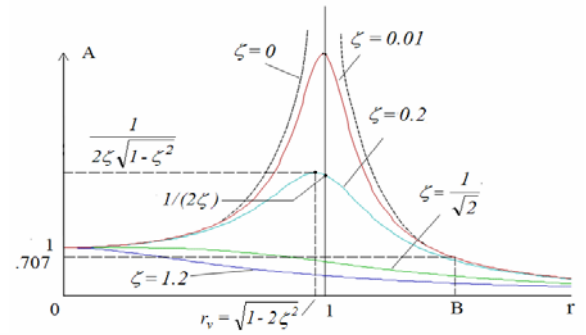

Fig. 1. Modulul  $A=|Ac|$
**Aplicație #1, suport fix.** Asupra masei unui sistem cu un grad de libertate de parametri  $m=20$ ,  $c=80$ ,  $k=2000$ , acționează forța armonică  $f(t)=F_0 \cdot \cos(\omega \cdot t)$ . Să se determine folosind diagrama (Fig.1) amplitudinea deplasării masei și întârzierea deplasării în urma forței (Fig2) pentru  $\omega=0$ ,  $\omega=10$ ,  $\omega=11$ ,  $\omega=20$ .